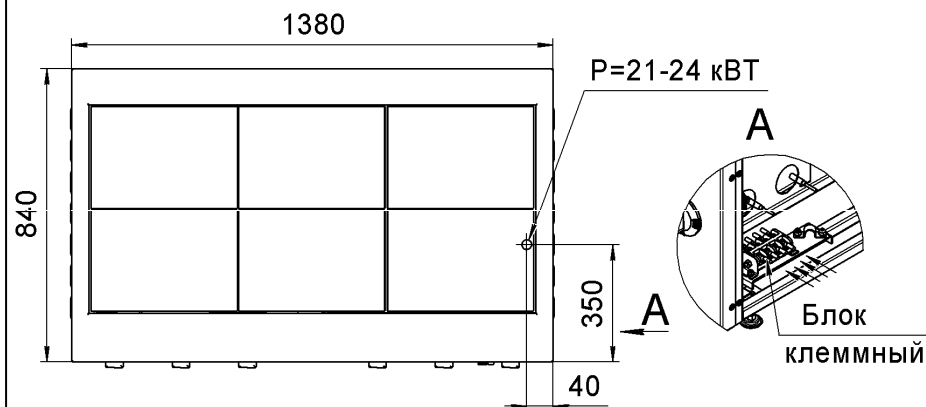

Рис.5
6.7 Рекомендуем, подвод электропитания к плите производить, скрытой в полу, трубной разводкой. Диаметр трубы – не менее 1/2" (Ø=22мм), (см. рис.5). Электропровода, заводимые в плиту, до клеммной колодки, должны иметь термоустойчивую изоляцию, с температурой длительной эксплуатации не менее 150°C.
6.8 Подвод электропитания к плите произвести через автоматический выключатель типа АЕ, АП или аналогичный. Клеммная колодка, для подключения плиты к электросети, расположена за правой облицовочной панелью шкафа (см. рис.5).